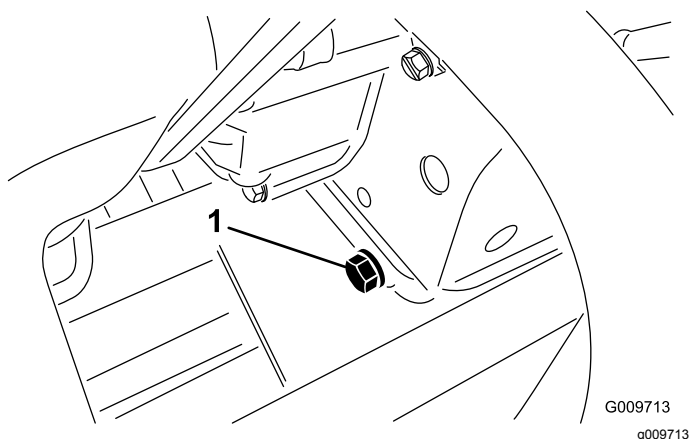

Figura 31
1. Togliete il tappo di spurgo posteriore (Figura 31) e lasciate defluire l'olio in una bacinella. Quando l'olio cessa di defluire, rimontate il tappo.